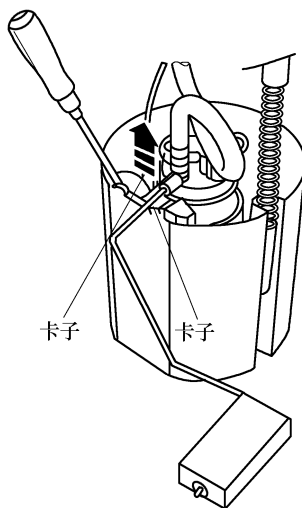

图 2-5-17 拆卸燃油存量传感器
- 2) 用螺钉旋具松开卡子, 按箭头方向拉出燃油存量传感器 G, 如图 2-5-17 所示。